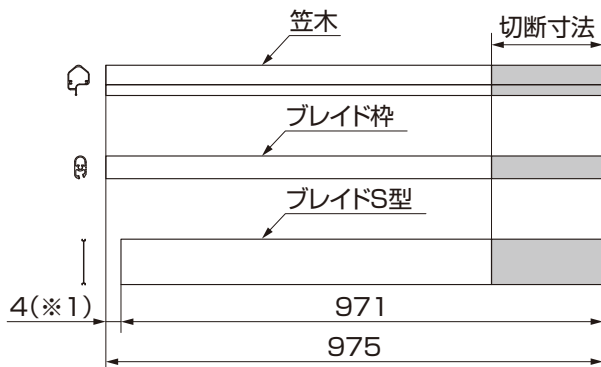
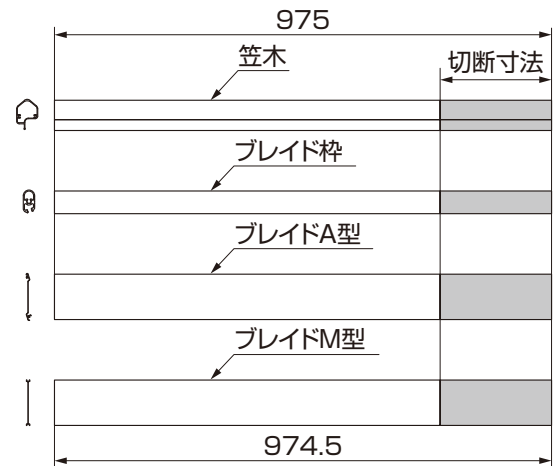

図7-3 S型の場合
図7-4 A型・M型の場合
- ②笠木・ブレイド枠・ブレイドをノコギリを使い切断してください。(図7-3、図7-4参照)